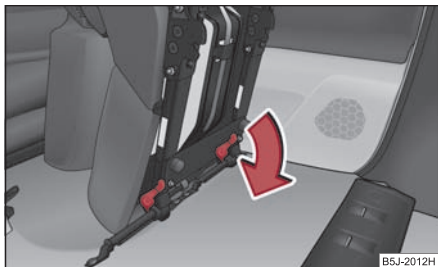

Fig. 69 Déverrouillage du siège rabattu en avant
- Déverrouiller le siège rabattu en avant en appuyant sur les blocages du siège dans le sens de la flèche ⇒ **fig. 69**.
- Rabattez le siège extérieur ⇒ page 69 et déverrouillez-le ⇒ **fig. 69**.